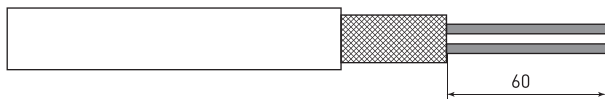

Рисунок 3
5.8 Снять изоляцию с токопроводящих жил на длине 60 мм (рисунок 3). При выполнении данной операции подрезка токопроводящих жил не допускается.